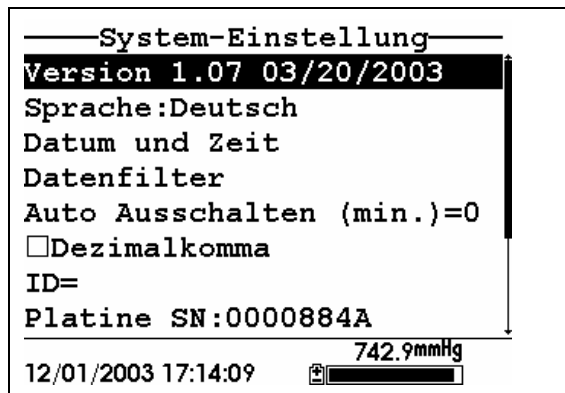

Abbildung 10.2 System-Einstellung-Bildschirm
2. Verwenden Sie die Pfeiltasten, um die Selektion **Datum und Zeit** im System-Einstellung-Bildschirm hervorzuheben. Siehe Abbildung 10.2 System-Einstellung-Bildschirm.
2. Verwenden Sie die Pfeiltasten, um die Selektion **Auto Ausschalten** im System-Einstellung-Bildschirm hervorzuheben. Siehe Abbildung 10.2 System-Einstellung-Bildschirm.
**BEACHTEN SIE:** Geben Sie eine Null (0) ein, um die automatische Ausschaltfunktion abzuschalten.
2. Verwenden Sie die Pfeiltasten, um die Selektion **Dezimalkomma** im System-Einstellung-Bildschirm hervorzuheben. Siehe Abbildung 10.2 System-Einstellung-Bildschirm.
2. Verwenden Sie die Pfeiltasten, um die Selektion **Barometer Einheiten** im System-Einstellung-Bildschirm hervorzuheben. Siehe Abbildung 10.2 System-Einstellung-Bildschirm.